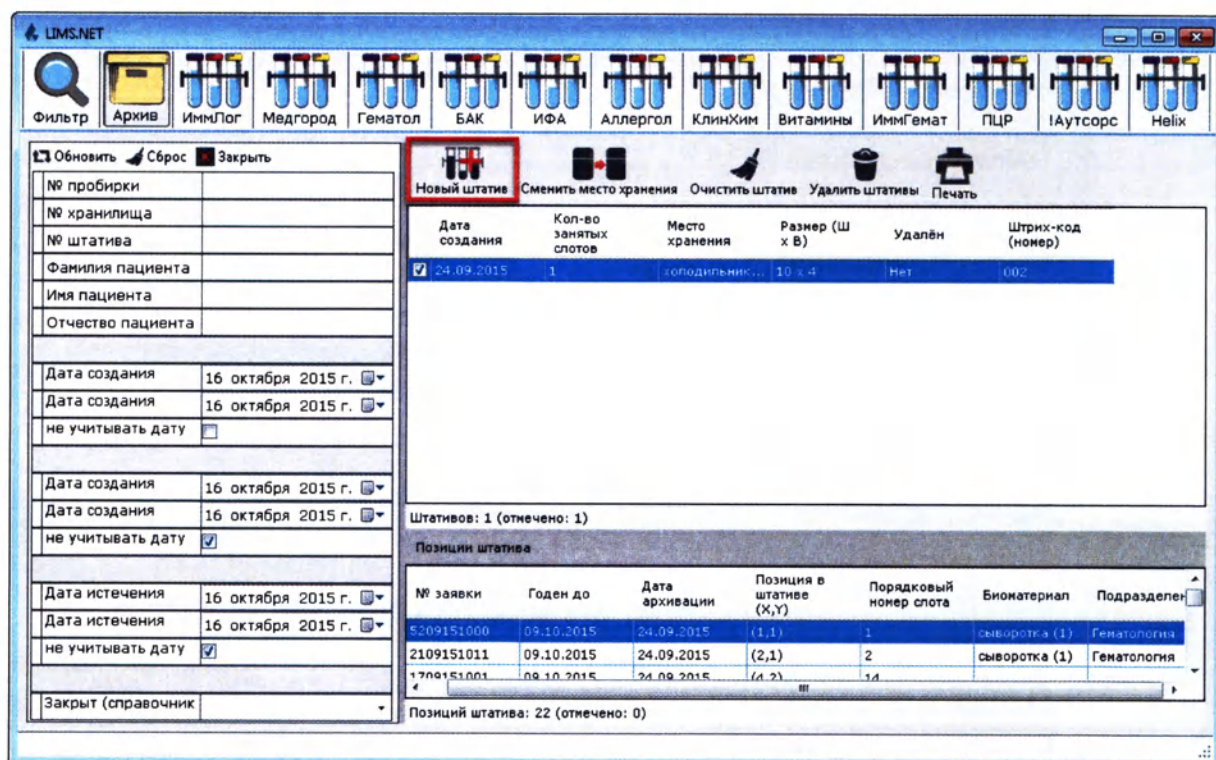

Рисунок 13.4
1. Нажмите кнопку «Новый штатив» (Рисунок 13.4):